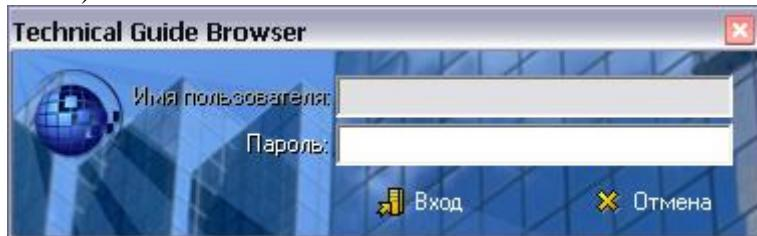

Рис. 198
2. Запустите файл утилиты *TGPubAccess.exe*. После этого откроется окно входа в утилиту (Рис. 198).